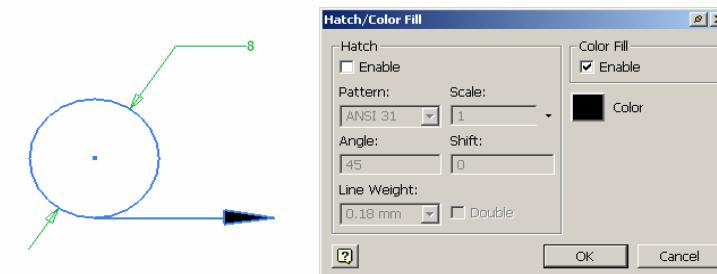

Figura 5.1.6.
Se va genera simbolul asociat desfașurărilor, figura 5.1.6..
- se activează controlul **Color Fill** și se selectează culoarea neagră, figura 5.1.6;